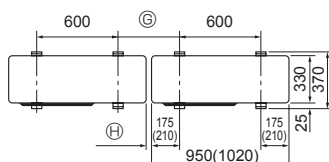

Fig. 3-1
- \* Die Anlage immer auf fester, ebener Oberfläche aufstellen, um Rattergeräusche beim Betrieb zu vermeiden. (Fig. 3-1)